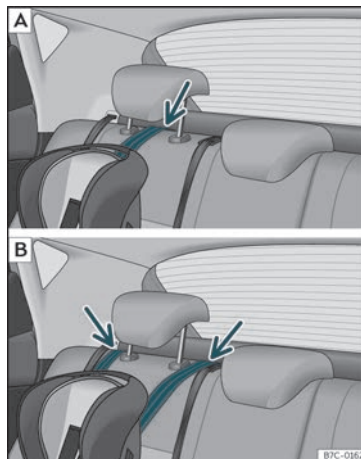

Fig. 27 Asentos traseiros: axuste e montaxe en función do cinto Top Tether.
- Coloque a correa por debaixo do repousacabezas do asento posterior >>> **fig. 27** (en función das instrucións do propio asento, levante ou retire o repousacabezas se fose necesario).